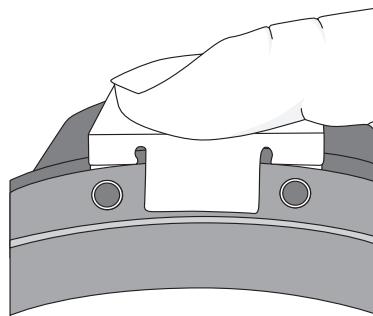

Fig. 5
7. Alinhe os orifícios (furos) dos parafusos na trava com os orifícios dos parafusos do cpace M-400 (Fig. 5).